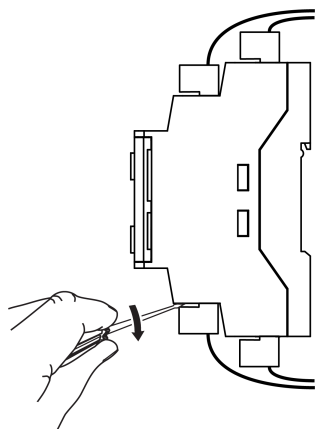

Рисунок 5.3 – Отсоединение съемных частей клемм
1. Отсоединить съемные части клемм от прибора (см. рисунок 5.3).